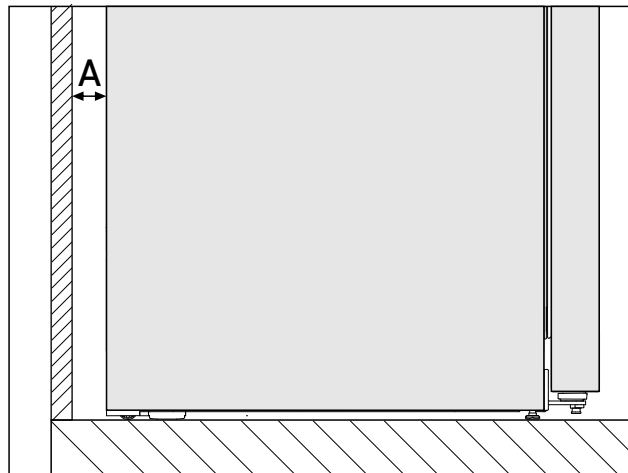

Fig. 2 *
Консумацията на енергия е изчислена при разстояние от стената Fig. 2 (A) между задната страна на уреда и стената. Ако разстоянието до стената е по-малко от Fig. 2 (A), това не оказва влияние върху функционалността на уреда. При по-малко разстояние до стената консумацията на енергия може леко да се увеличи и да се образува конденз по задната страна на уреда.*